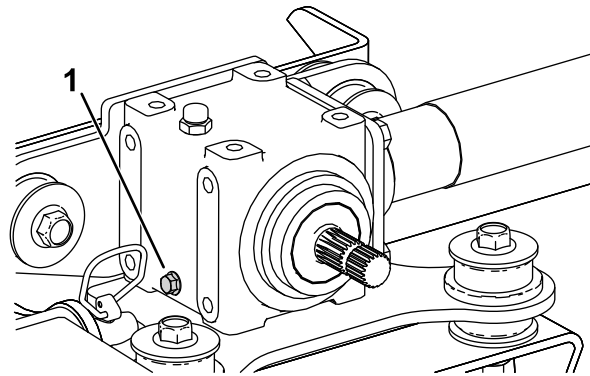

Рисунок 25
2. Поместите поддон под пробку сливного отверстия редуктора (Рисунок 25).
3. Выверните пробку сливного отверстия, расположенную на нижней левой стороне редуктора, и слейте жидкость (Рисунок 25).